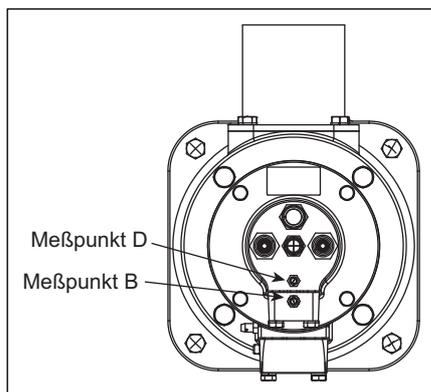

Abbildung 4.5. Stellen Sie die Gasmenge für Volllast ein
4. Justieren Sie den Hochbefeuerungsgasdurchfluss, indem Sie das manuelle Gasregelventil so einstellen, dass das Druckdifferential in der Messblende zwischen Hahn B und Hahn D dem Zielwert entspricht. (Siehe Abbildung 4.5.)